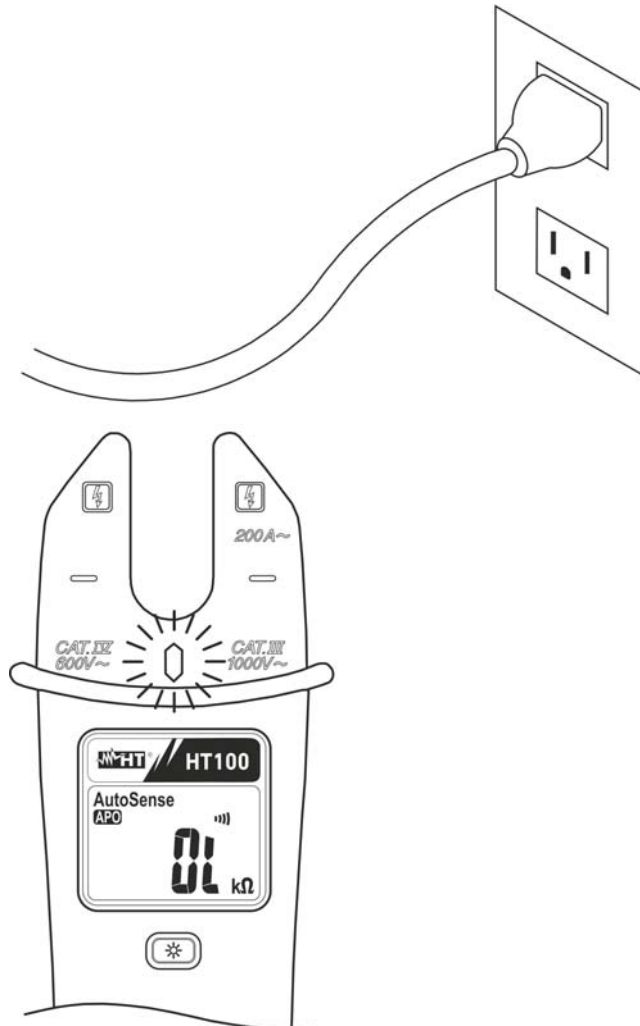

Fig. 4: Uso della pinza nella funzione “VoltSense”
2. Posizionare lo strumento in prossimità del punto in esame (vedere Fig. 4)